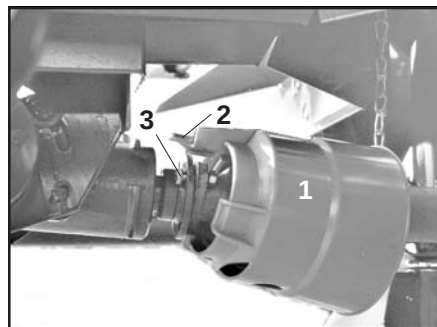

Fig. 5.4
- Drag ut skyddet från växellådshalsen som visas på bild 5.4.